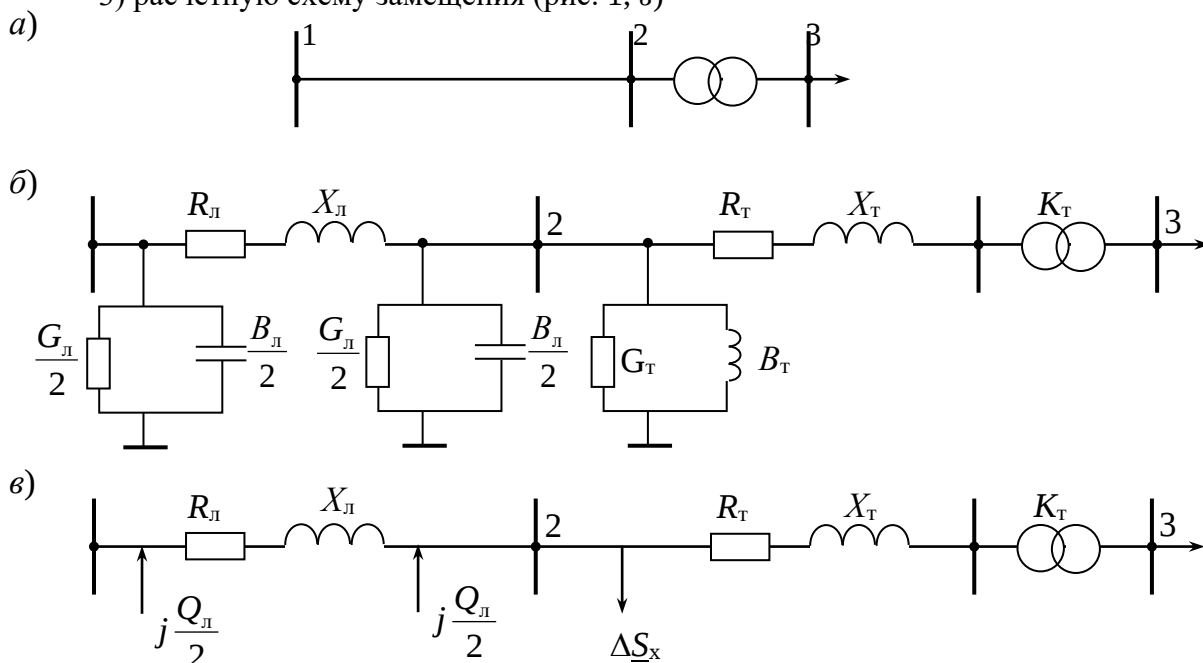

Рис. 1. Схемы сети: а – принципиальная; б – замещения; в – расчетная
На рис. 1, а изображена принципиальная схема сети, состоящая из линии и понижающего двухобмоточного, трехобмоточного трансформатора или автотрансформатора. Для одного из заданных вариантов (табл. 1 и табл. 2) исполнения сети вычертить:
- 2) однолинейную схему замещения с учетом эквивалентирования линий и трансформаторов (рис. 1, б);
- 3) расчетную схему замещения (рис. 1, в)
Найденные полные параметры нанести на схему замещения линии электропередачи и расчетную схему замещения (рис. 1, б, в) с учетом имеющихся параллельных цепей.
Для заданного в табл. 1 типа трансформатора выписать паспортные данные, определить параметры схемы замещения и расчетной схемы замещения (см. рис. 1, б, в):
Найденные параметры в табличной форме сопоставить с каталожными данными и согласовать с преподавателем. Найденные параметры нанести на схемы рис. 1, б, в (с учетом имеющихся параллельных трансформаторов).